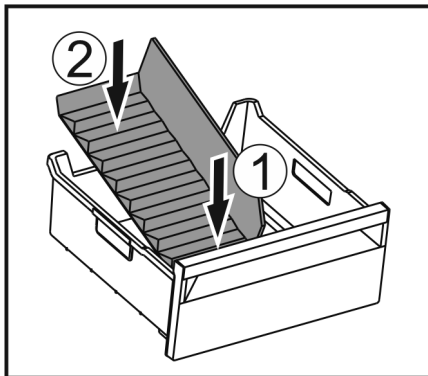

Fig. 51
- Installer le séparateur par l'avant Fig. 51 (1).
- Abaisser l'arrière Fig. 51 (2).